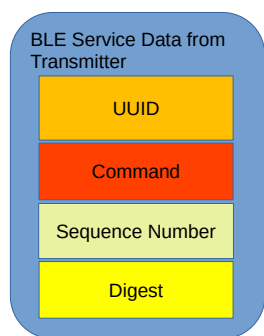

Figure 1. Structure de données simplifiée.
Cette structure AD est utilisée pour transmettre une commande à distance. L'UUID de 128 bits correspond à un identifieur (ID) d'émetteur unique. En d'autres termes, chaque émetteur définit un service BLE spécifique. Les données jointes à l'UUID sont structurées comme suit, et sont représentées simplifiées sur la **figure 1** :